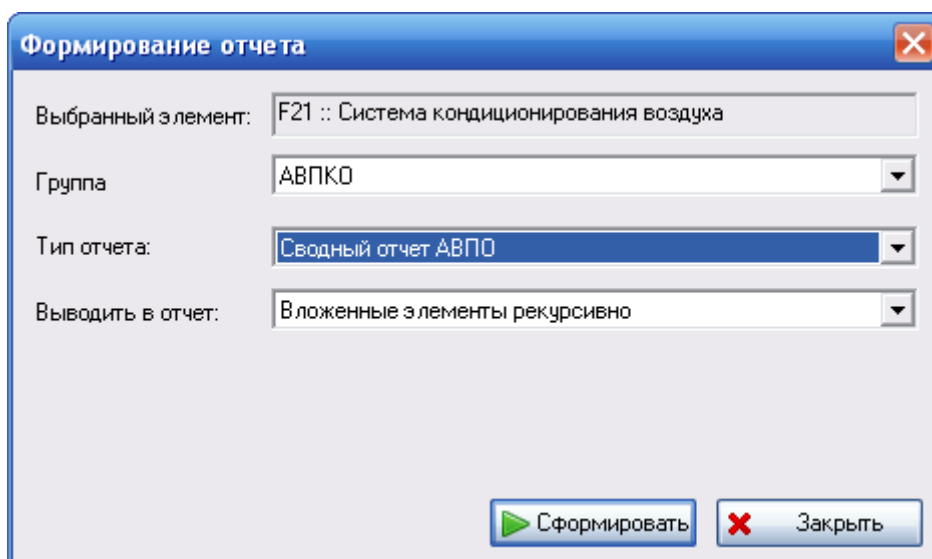

Рис. 5-56
5. При выборе некоторых типов отчетов в окне **Формирование отчета** появится дополнительное поле **Выводить в отчет** (рис. 5-56). В этом поле выбирается способ вывода данных в отчет.